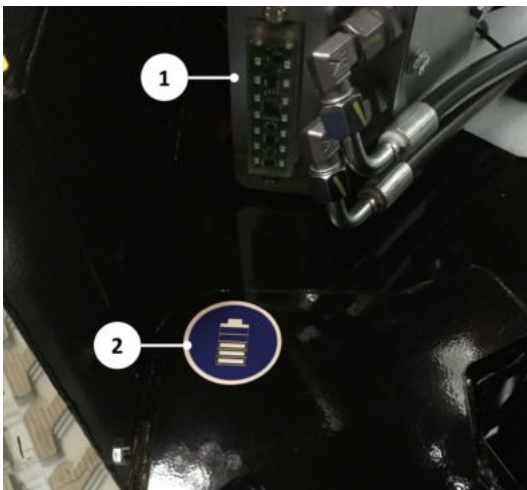

Figura 5.3 Barra indicadora con pictograma
En la grúa hay una barra indicadora (1) que reproduce el estado de carga (SOC = State of Charge) y el modo de carga (M) de las baterías. El lugar de la barra indicadora en la grúa se indica con el pictograma (2) (véase *Figura 5.3*).